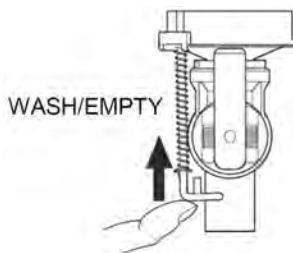

Рисунок 4.8 – При промывке счетчика
6. Для промывки счётчика ММ6 необходимо, чтобы клапан находился в положении WASH/EMPTY (рис. 4.8).